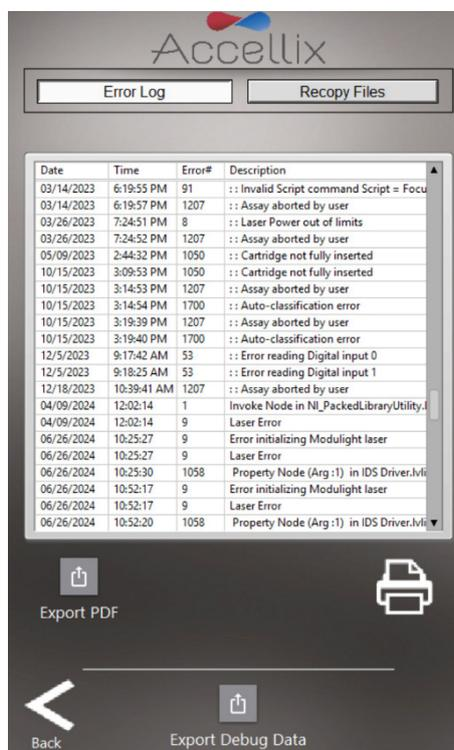

Figure 22 : écran Journal des erreurs
1. L'onglet **Error Log** (Journal des erreurs) affiche une liste de toutes les erreurs survenues sur l'instrument (Figure 22). Appuyez sur l'icône Printer (Imprimante)  pour imprimer le fichier journal. Appuyez sur l'icône **Export PDF** (Exporter le PDF) pour exporter le tableau dans un fichier PDF.